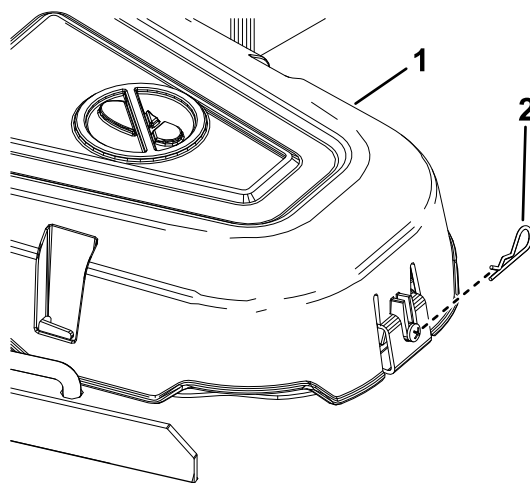

Figura 50
4. Retire el pasador de horquilla y presione la pestaña de la cubierta para retirar las cubiertas de las poleas (Figura 50).